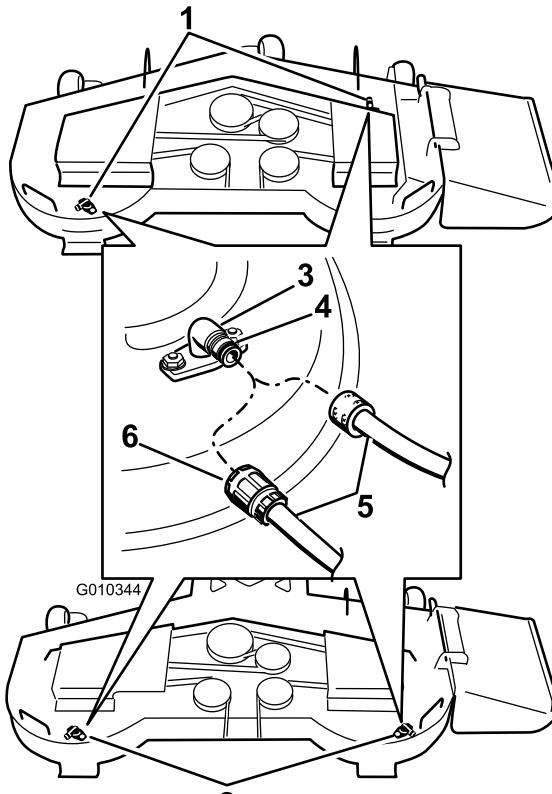

Figure 72
3. Branchez le raccord du flexible au raccord de lavage du tablier de coupe et ouvrez l'eau en grand (Figure 72).